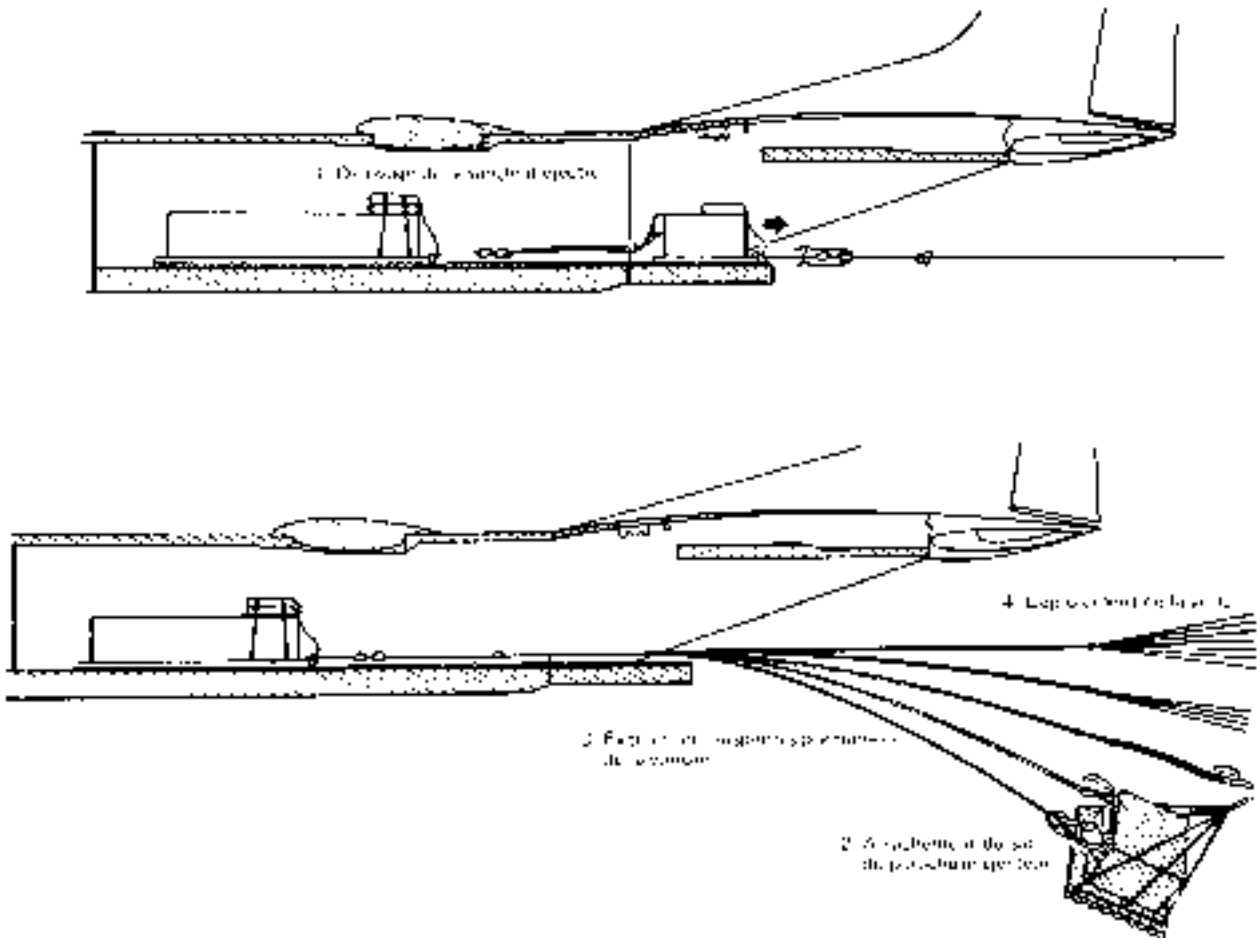

Fig. 2.14 - Fonctionnement d'ensemble - Mise en tension et déploiement (autre charge que la première à larguer dans une série)
1. La sangle d'éjection (fig. 2.14), retenue par la sangle de traction étirée, se délove.